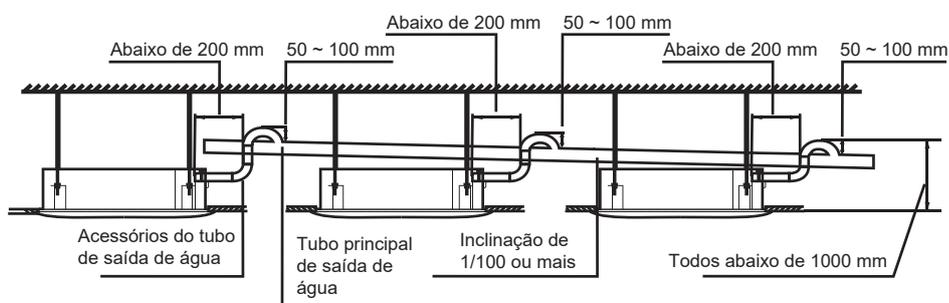

Figura 5.2
7. Quando a saída do tubo de descarga de água for maior que a conexão do tubo para a sucção de água, tente manter o tubo de descarga de água o mais vertical possível, e as conexões de saída de água se dobrarão de modo que a altura do tubo de descarga de água esteja a menos de 1.000 mm da base da bandeja de dreno. Caso contrário, haverá excesso de fluxo de água quando a operação for interrompida. Consulte a Figura 5.2.